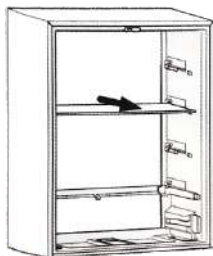

рис. 1
1. Потяните полку на себя (см. рис. 1).